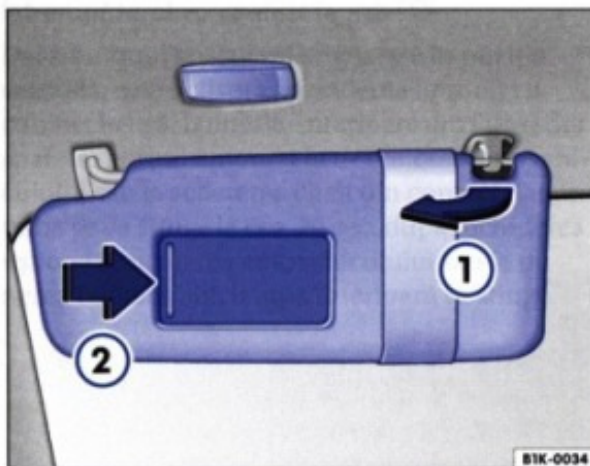

Fig. 45 Parasolarul pe partea conducătorului
Parasolarele pentru conducător și pasagerul din dreapta se pot scoate din suporturi și se pot îndrepta către uși ⇒ fig. 45 ①. În plus, parasolarele se pot deplasa în lungime către spate.